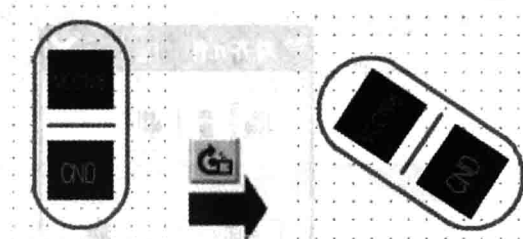

图 5-55 元器件无角度旋转
- 元器件无角度旋转。单击无角度旋转模式图标，选中元器件后即可进行无角度旋转操作。也可以先选中元器件后，单击图标进行旋转，如图 5-55 所示。